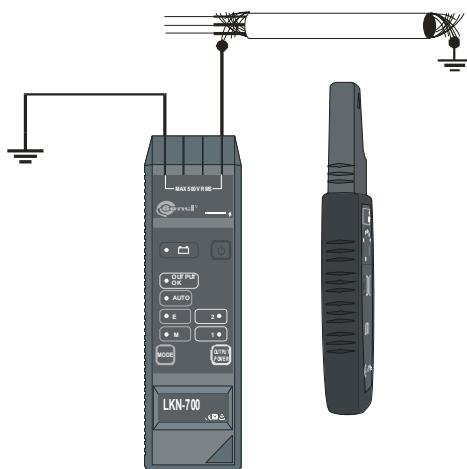

Рис.25 Отслеживание трассы экранированного кабеля:
- Соединить одно из гнезд **[1]**, **[2]** передатчика к экрану кабеля, а второе – к заземлению или заземленному источнику питания постоянного или переменного тока (Рис.25);